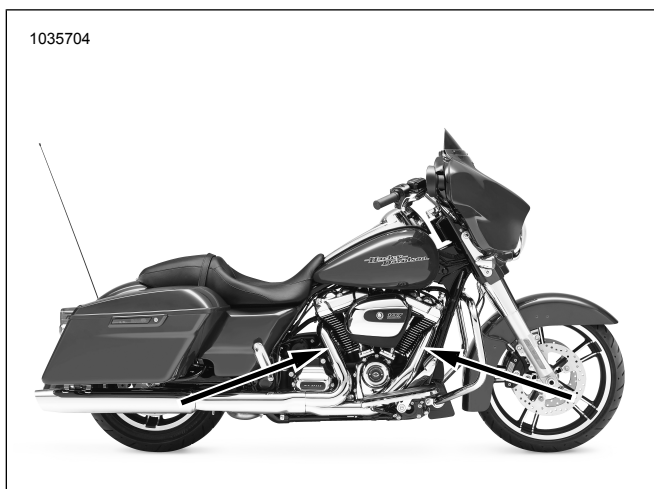

Figura 11. Ubicaciones del sensor de oxígeno (lado interior de los tubos de escape)
Ver Figura 11, Figura 52 y Tabla 5 Instale los sensores de oxígeno de banda ancha (2). Con un casquillo de sensor de oxígeno (N.º de pieza HD-48262-A), ajuste a: